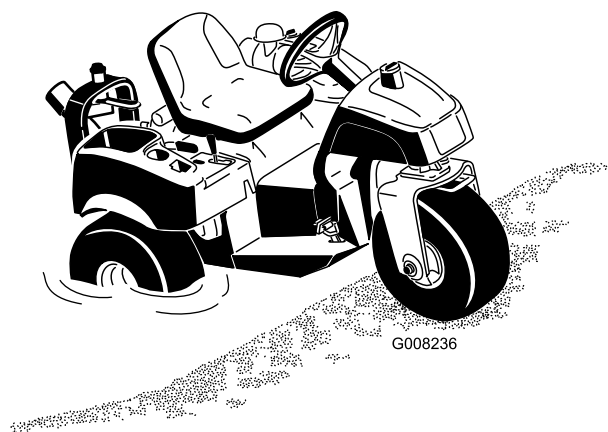

Figure 11
1. Démarrer le Sand Pro et reculez lentement jusqu'à la partie la moins profonde du bunker. Ne vous avancez pas dans l'eau au-dessus des moyeux de roues du Sand Pro (Figure 11).